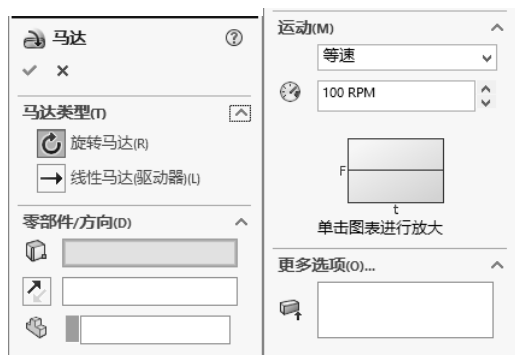

图 5-24 “马达”属性管理器
- 2) 设置马达类型。弹出“马达”属性管理器，如图 5-24 所示。在属性管理器“马达类型”一栏中，选择“旋转马达”或者“线性马达”。